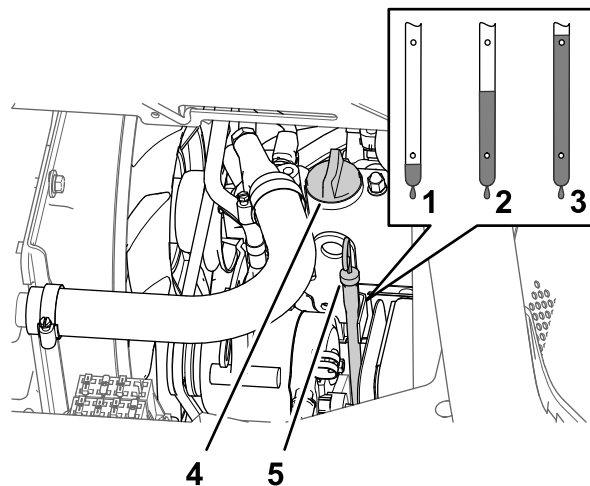

図 112
5. エンジンバルブカバー図 112 からオイル補給口のキャップを取り、所要量の約 80% のオイルを入れる。
6. ディップスティックの目盛りで油量を点検する 図 112。
7. ディップスティックの FULL マークに達するまで補給口から残りのオイルをゆっくりと補給する 図 112。
8. 補給口にキャップとディップスティックを取り付ける 図 112。